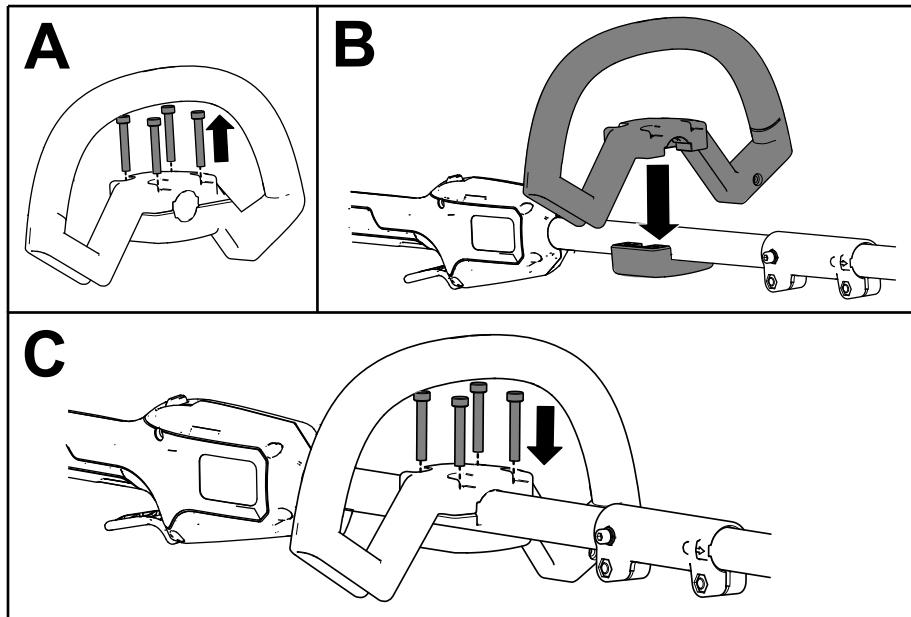

Figura 4
1. Separe a pega auxiliar da placa da pega retirando os 4 parafusos de cabeça sextavada com a chave Allen fornecida (A da Figura 4).
2. Alinhe a pega auxiliar com a placa da pega auxiliar no eixo (B da Figura 4).
3. Fixe a pega auxiliar na placa da pega com os quatro parafusos de cabeça sextavada previamente removidos (C da Figura 4).